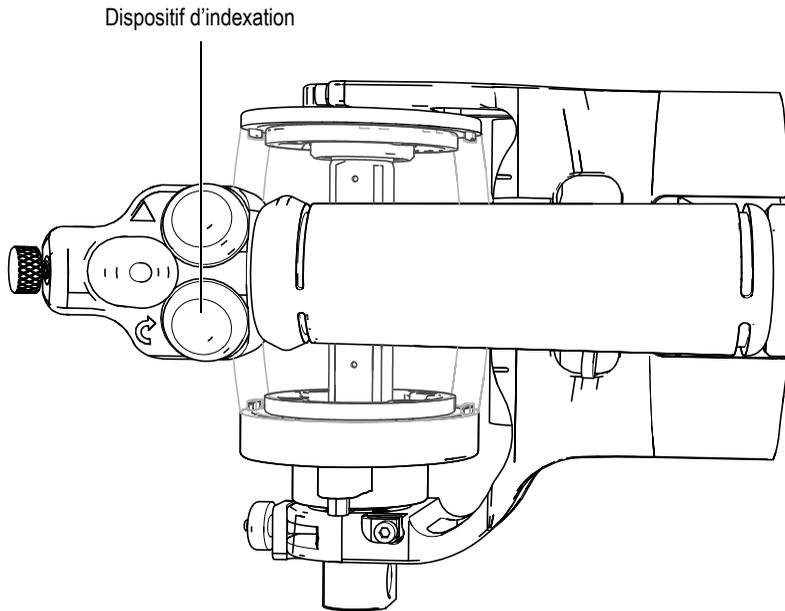

Figure 5-7 Emplacement du dispositif d'indexation
13. Appuyez sur le dispositif d'indexation situé sur le dessus de la poignée du scanner (Figure 5-7 à la page 78).